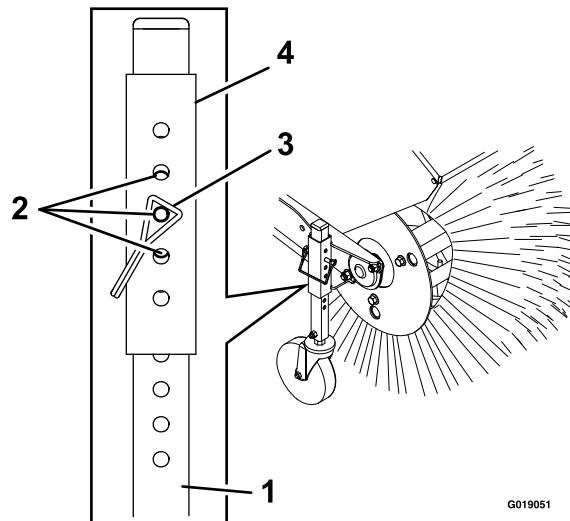

Figura 12
- Para ajustes finos, mueva el tubo de ajuste un taladro hacia arriba o hacia abajo sobre la barra de la rueda giratoria para ajustar la altura del cepillo en incrementos de 3.2 mm (1/8 pulgada) (Figura 12). Repita este procedimiento en la otra rueda giratoria.